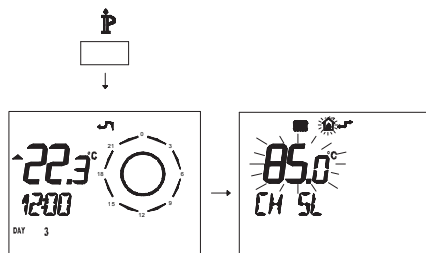

Figura 5.59
- Premere per più di 3 secondi il pulsante \mathbb{P} para per entrare in modalità *INFO* (Figura 5.59).